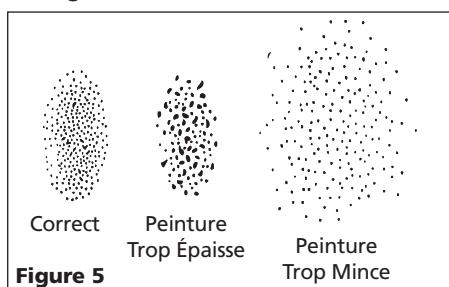

Figure 5
4. Avec le pistolet 20,32 cm (8 po) de la surface, appuyer sur la gâchette avec un coup court d'une seconde en tournant le bouton de contrôle de fluide au sens contraire des aiguilles d'une montre. Observer la configuration de pulvérisation sur l'objectif et régler le bouton de contrôle de fluide afin d'obtenir la configuration désirée (Voir Figure 5).